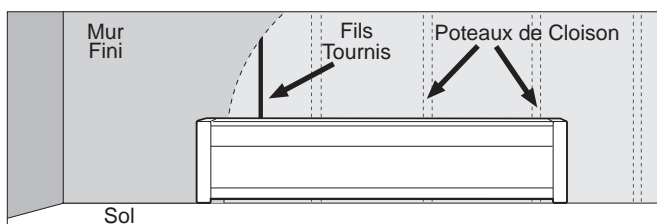

Figure 4
1. Localisez les poteaux de cloison les plus proches des fils électriques et positionnez le radiateur (voir Figure 4). REMARQUE: Le raccordement des fils se fait sur la gauche uniquement sur les modèles standard.